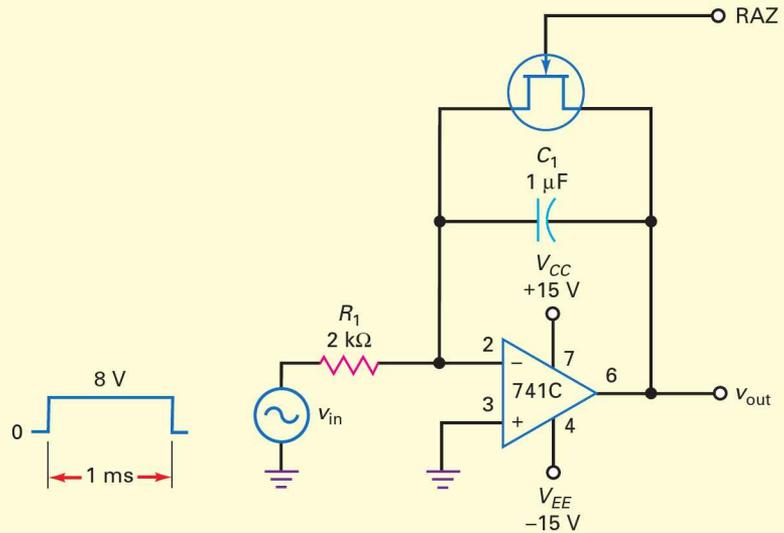

Figure 20.26
D'après la figure 20.26, que vaut la tension de sortie à la fin de l'impulsion d'entrée ? Si le 741C a un gain en tension boucle ouverte de 100 000, quelle est la constante de temps boucle fermée de l'intégrateur ?
20.7 Avez-vous compris ? À la figure 20.26, faire passer la résistance de 2 kΩ à 10 kΩ et reprendre la question 20.7.